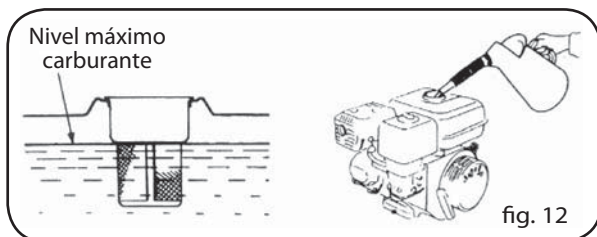

fig. 12
Capacidad del tanque: 3.6 litros (Fig. 12).
- Si fuera demasiado bajo, reponga el nivel. Recuerde que el carburante no debe superar el apoyo del filtro de la gasolina (Fig. 12).